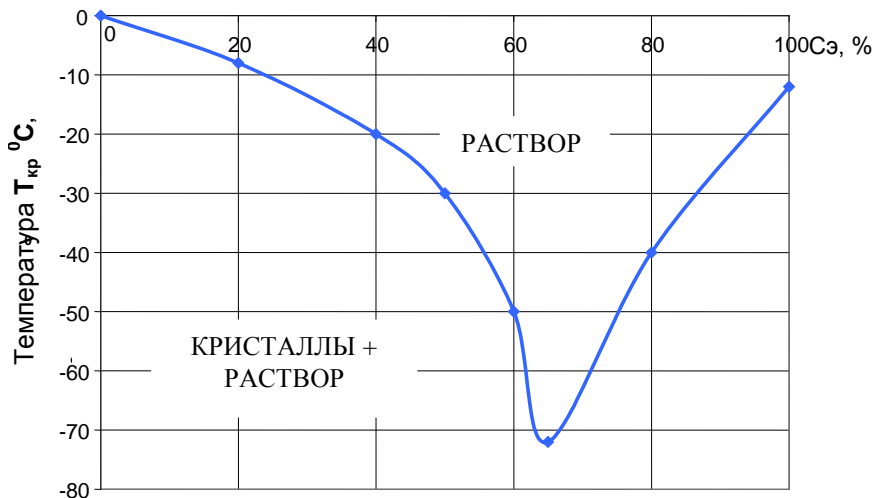

Рис. 1. Диаграмма кристаллизации водоэтиленгликолевых смесей
**Общие сведения.** Вода замерзает при температуре  $0^{\circ}\text{C}$ . Этиленгликоль замерзает при температуре минус  $11,5^{\circ}\text{C}$ . При смешивании этиленгликоля с водой температура застывания смеси ниже, чем каждого из компонентов (рис. 1). При смешивании этиленгликоля с водой в различных соотношениях можно получить смеси, замерзающие от  $0$  до минус  $70...75^{\circ}\text{C}$ .